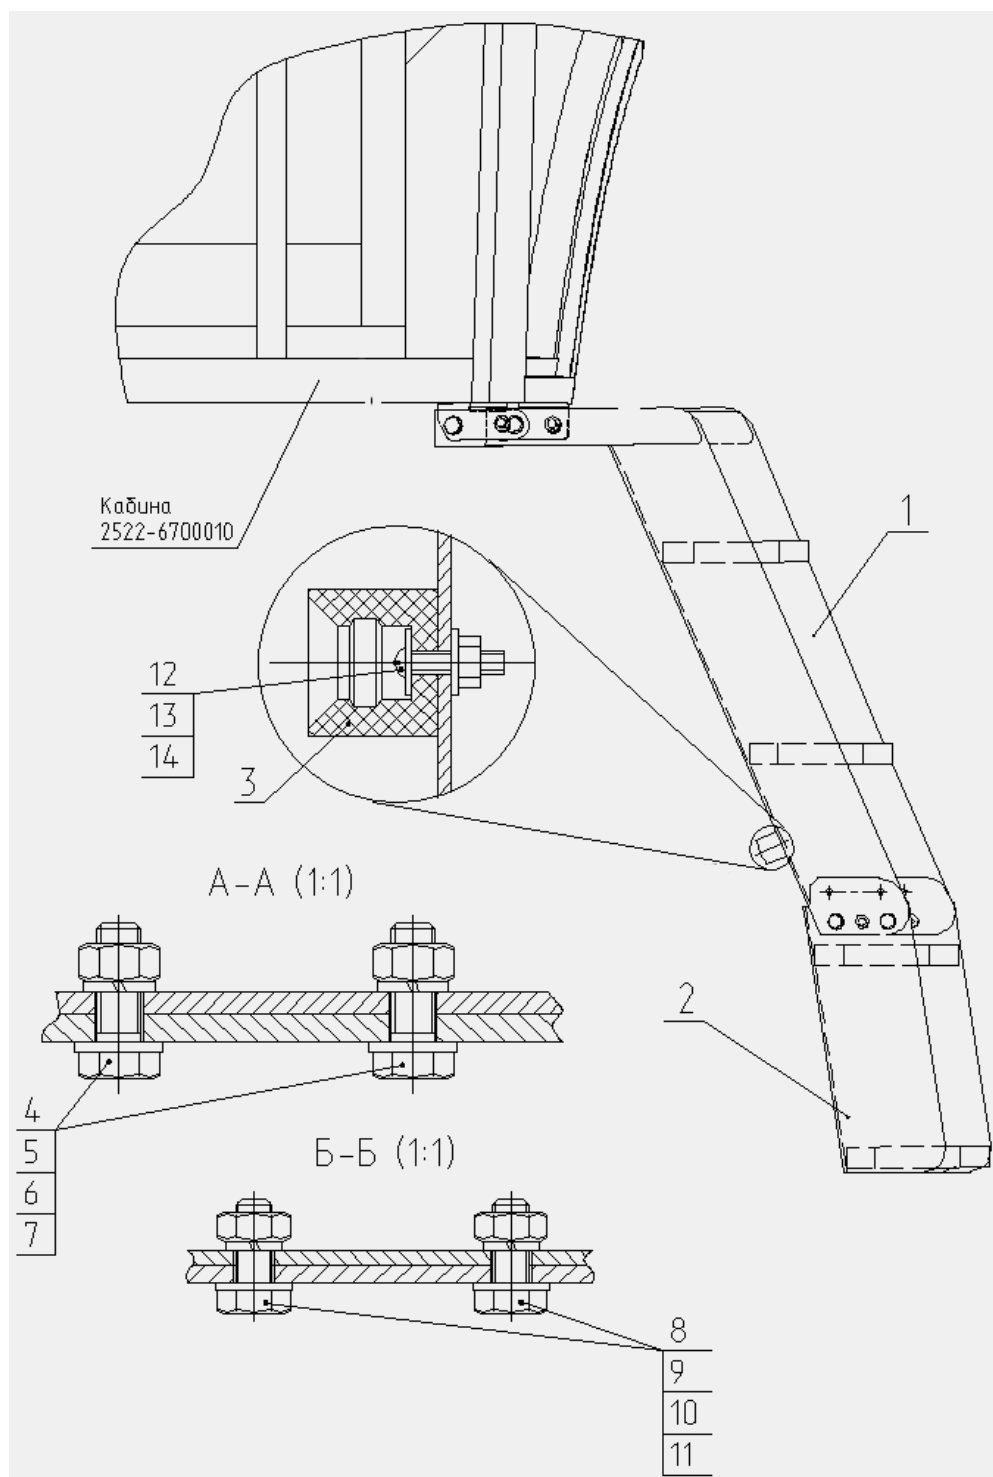

Рис.7.9
1) на подножку (1), (рисунок 7.9), установите две обоймы (3) с помощью винтов (12), шайб (13) и гаек (14). Винты закрутите моментами 5..7 Н·м;
2) подножку (2), (рисунок 7.9), закрепите к подножке (1) на нижние отверстия болтами (8), шайбами (9), (10) и гайкой (11), гайки затяните моментом 40..50 Н·м;
3) подножку (1), (рисунок 7.9), закрепите на кронштейн кабины с помощью болтов (4), шайб (5) и (6) и гаек (7), гайки затяните моментом 70..80 Н·м;